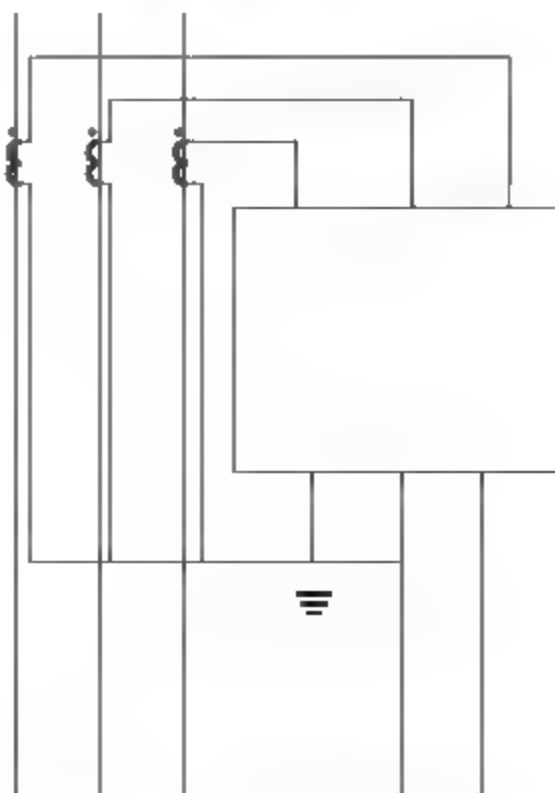

图10-22 调入接地符号
**09** 调入接地符号。从“教材\第10章\电气图例.dwg”文件中调入接地符号，如图10-22所示。